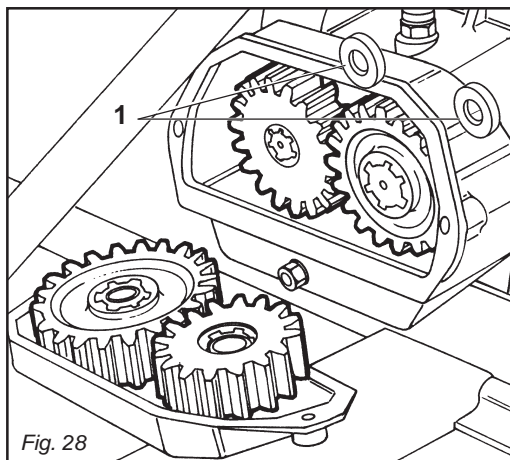

Fig. 28
La macchina è equipaggiata di cambio di velocità (Fig. 28), con una coppia di ingranaggi.
*Machine are equipped with a gearshift (Fig. 28), with one pair of gears.*
Les machines sont équipées d'une boîte de vitesse (Fig. 28), avec un couple d'engrenages.
*Die Maschine sind mit Wechselgetriebe (Abb. 28), mit einem Räderpaar ausgestattet. Dadurch ist es möglich, mehrere Rotordrehgeschwindigkeiten zu erhalten, um damit den Anforderungen des Bedieners zu entsprechen.*
Las máquinas están equipadas de cambio de velocidad (Fig. 28), mediante un par de engranajes.
- Fare attenzione durante l'operazione a non far cadere i distanziali (1 Fig. 28), all'interno della scatola cambio.
- La caduta dei distanziali (1 Fig. 28), all'interno della scatola cambio può causare la rottura degli ingranaggi.
- While changing gears pay attention that the spacers (1 Fig. 28) fitted behind the gears do not fall in the gearbox.
- The falling of the spaces (1 Fig. 28) inside the gearbox can cause the braking of the gears.
- Au changement des pignons faire attention que les entretoises (1 Fig. 28) montées derrières les pignons ne tombent pas dans le boîtier.
- La chute des entertoises (1 Fig. 28) à l'intérieur de la boîte de vitesse, peut causer la rupture des pignons.
- Während sie das Getriebe verändern, bitte passen sie auf, dass die Distanzialstuecke (1 Abb. 28) hinten den zahnraedern nicht in das Getriebe fallen.
- Der verfall der Distanzialstuecke (1 Abb. 28) kann der bruch der zahnraeder.